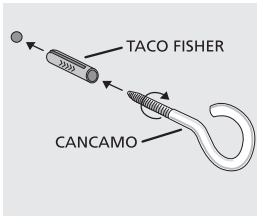

fig. 2
2. Introduzca el taco fisher en la perforación y luego enrosque el cáncamo, como se muestra en la **fig. 2** (el taco fisher y el cáncamo vienen pegados en el espaldar de la cocina)